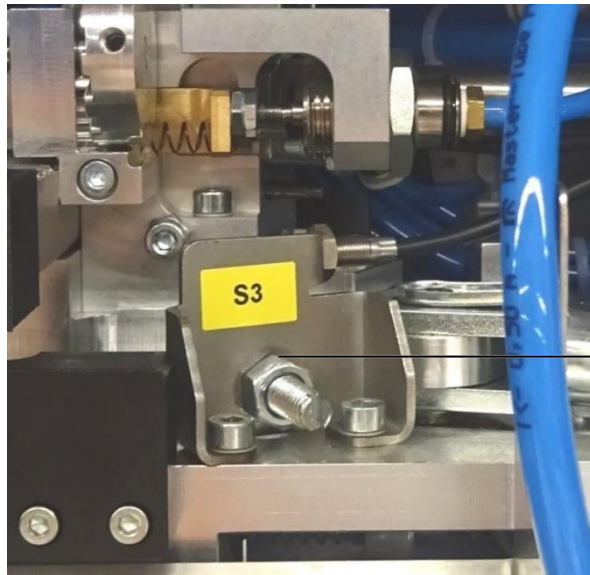

Bild 34: Fastsättning hylshållare
- Lossa muttern (bild 34, pos. 1).